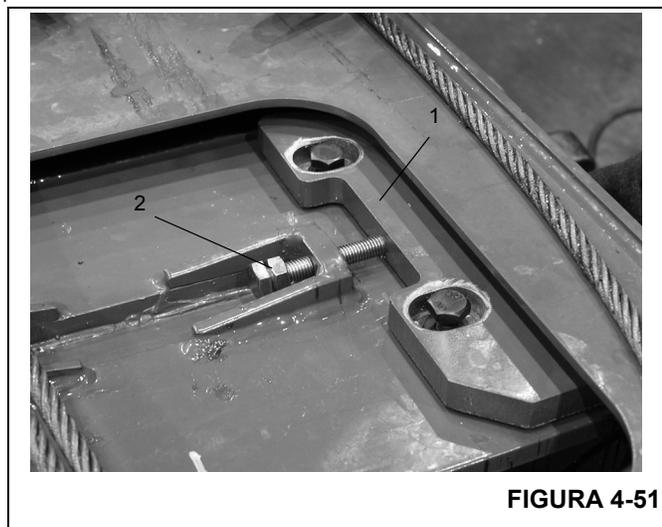

FIGURA 4-51
10. Instale as placas de desgaste e os suportes das placas (Figura 4-51, 1) nos lados esquerdo e direito da seção volante.
11. Meça e ajuste as placas de desgaste até que a seção volante esteja centralizada ± 1 mm (± 0.04 pol.) na seção intermediária externa. Aplique Loctite e aperte a contraporca (Figura 4-51, 2).